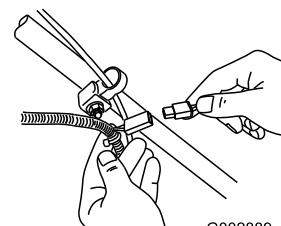

Рисунок 38
- Подсоедините зарядное устройство к жгуту проводки газонокосилки, расположенному под ключом зажигания (Рисунок 38).